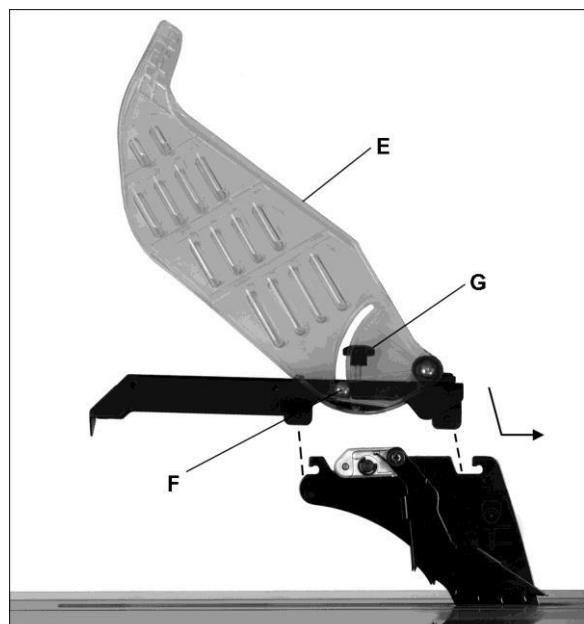

Рис. 6-12
См. рис. 6-12.
1. Поднимите защитные планки (E, рис. 6-12), пока они не захватятся и не будут удерживаться на крючке (F).